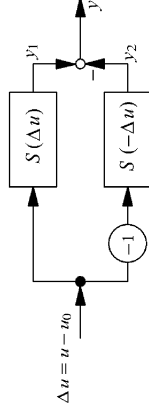

Bild 2: Parallelschaltung zweier Bauteile: Differenzmethode
- In Abbildung 2 ist die Differenzmethode abgebildet.